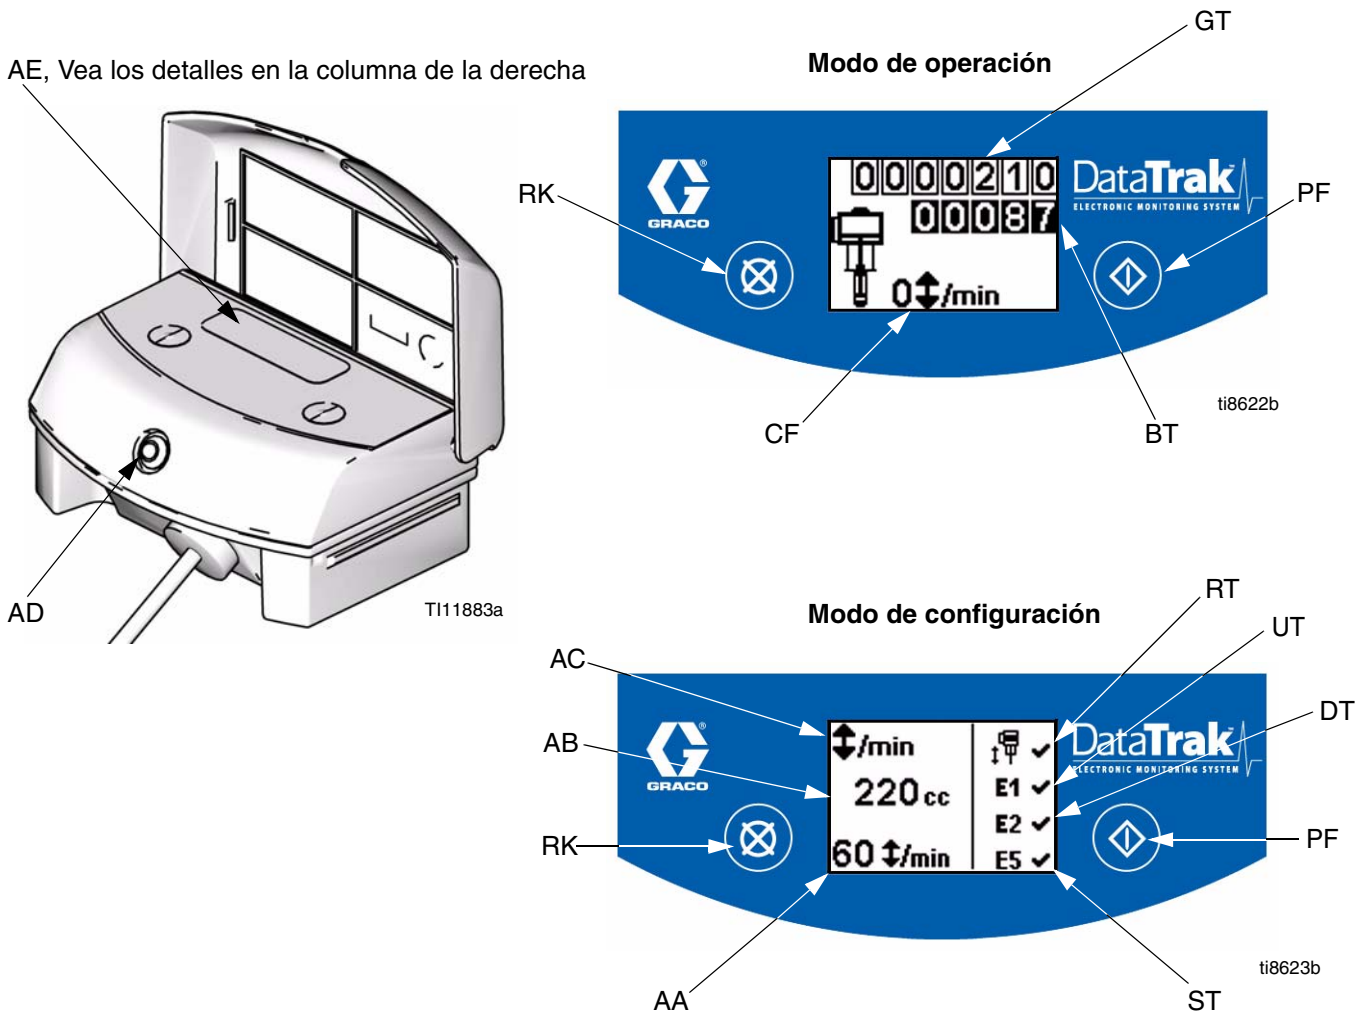

FIG. 9. Controles e indicadores del módulo DataTrak
Leyenda para FIG. 9
1. Vea FIG. 9. Pulse y mantenga pulsado  durante 5 segundos hasta que aparezca el menú Configuración.
NOTA: Cuando se produce un embalamiento, se activan las opciones de error E1, E2, y E5, en la pantalla de configuración aparecerá una . Vea FIG. 9.
1. Vea FIG. 9. Si se produce el embalamiento de la bomba, se accionará el solenoide de antiembalamiento y detendrá la bomba. El LED (AD) parpadeará y la pantalla (AE) indicará un estado de embalamiento (vea Tabla 1). La pantalla pasará por seis pantallas de instrucciones.
5. Abra la válvula de aire maestra (U) para volver a poner en marcha la bomba.
NOTA: Para desactivar la supervisión de embalamiento, vaya al modo de configuración y ajuste el valor de embalamiento en 0 (cero) o pulse el interruptor basculante (RT) hasta la posición apagada  (vea FIG. 9).
1. Vea FIG. 9. Para acceder al modo Cebiar/Lavar, pulse cualquier tecla para activar la pantalla, y después pulse . Aparecerá el símbolo Cebiar/Lavar en la pantalla y el LED parpadeará
2. Mientras está en modo Cebiar/Lavar, se desactiva la protección de antiembalamiento y el totalizador de lotes (BT) no hará recuento.
Vea FIG. 9. El último dígito del totalizador de lotes (BT) representa las décimas de galones o de litros. Para reponer a cero el totalizador, pulse cualquier tecla para activar la pantalla y después pulse y mantenga pulsado  durante 3 segundos.
Vea FIG. 9. La pantalla (AE) se apagará después de 1 minuto de inactividad en modo Ejecución o 3 minutos en modo Configuración. Pulse cualquier tecla para activarlo de nuevo.
El módulo DataTrak puede diagnosticar diversos problemas con la bomba. Cuando el monitor detecta un problema, el LED (AD, FIG. 9) parpadeará y aparecerá un código de diagnóstico en la pantalla. Vea Tabla 1.